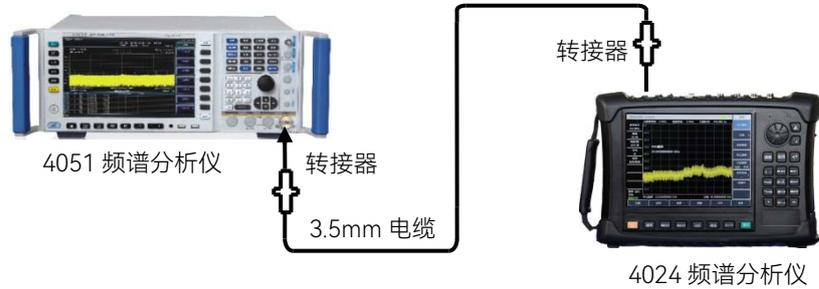

图 14.22 跟踪源频率准确度测试框图
- 1) 如图 14.22 连接测试设备，4024 频谱分析仪的射频输出接至 4051 频谱分析仪的射频输入；